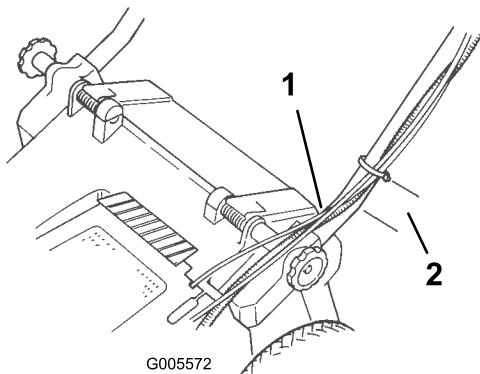

Figura 5
7. Posizionate la fascetta a 25 mm dal gomito della stegola, come illustrato nella Figura 5.